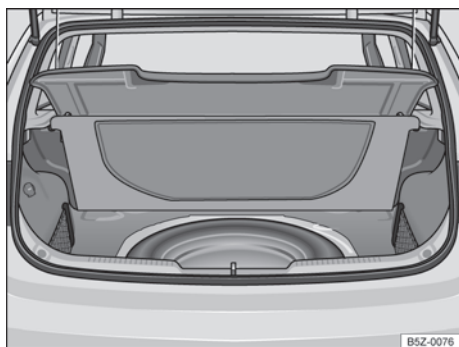

Fig. 143 No compartimento de bagagem embaixo do revestimento do assoalho: roda de emergência e ferramentas de bordo.
As ferramentas de bordo e a roda de emergência estão localizadas no compartimento de bagagem, sob o revestimento do assoalho → Fig. 143.
- Levantar o revestimento do compartimento de bagagem → Fig. 143.